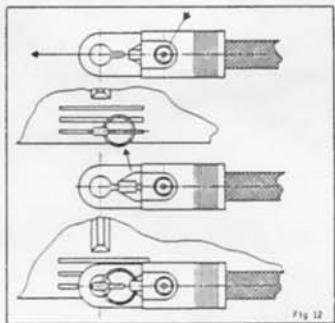

fig.12
- En appuyant, avec la pointe d'un stylo par exemple, sur le bouton métallique de l'agrafe de la courroie, tirez sur le mousqueton métallique (fig.12 - rep.23)